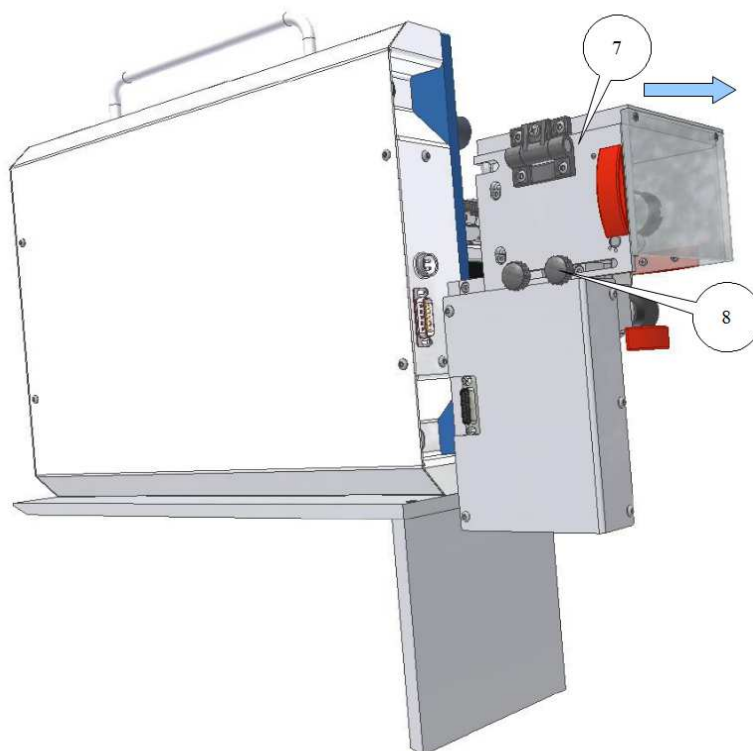

FIGURA 5
- **Allentare** le due manopole #8 (FIGURA 5).
- **Tirare** la piastra supporto taglierina/pressore etichette #7 (FIGURA 5) con l'apposita maniglia rossa, nel senso della freccia, fino a fondo corsa.
- **Serrare leggermente** le due manopole #8 (FIGURA 5) per assicurare la posizione di caricamento.
- **Allentare** nuovamente le due manopole #8 (FIGURA 5) e, tenendo il modulo di stampa in uscita della taglierina, riportare la piastra supporto taglierina/pressore etichette #7 (FIGURA 5) nella posizione iniziale, ossia arretrata a fondo corsa verso la stampante.